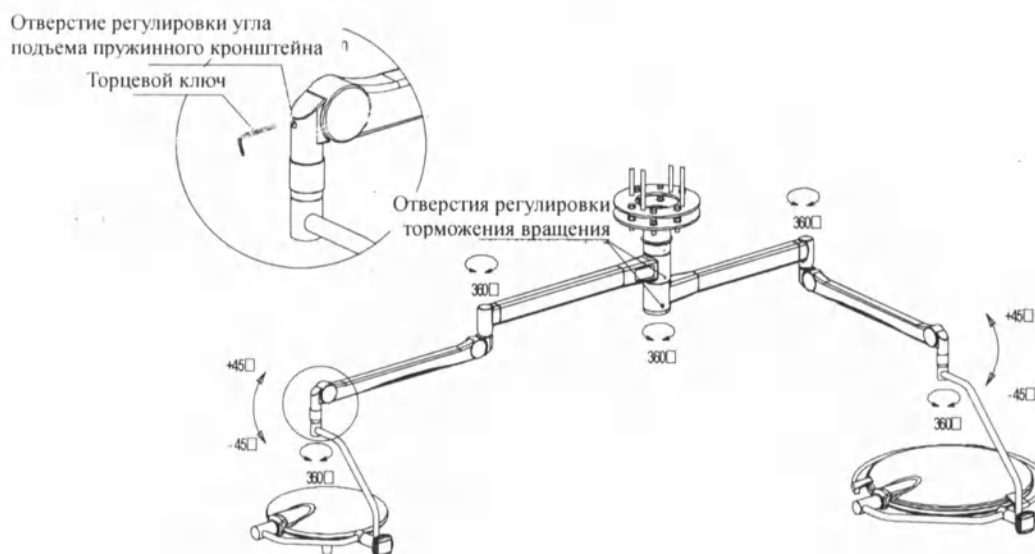

Рисунок 4-7 Схемы проверки
- Вставьте торцевой ключ в регулировочное отверстие на передней части пружинного кронштейна, поверните его по часовой стрелке, чтобы ослабить винт и дать возможность осветителю перемещаться вверх и вниз (Рисунок 4-7).
На главной оси поворотного кронштейна предусмотрено устройство торможения вращения, сила торможения напрямую влияет на положение осветителя. Если осветитель не может оставаться на месте или смещается с трудом, отрегулируйте торможение с помощью отвертки, повернув регулировочный винт по часовой или против часовой стрелки (Рисунок 4-7).